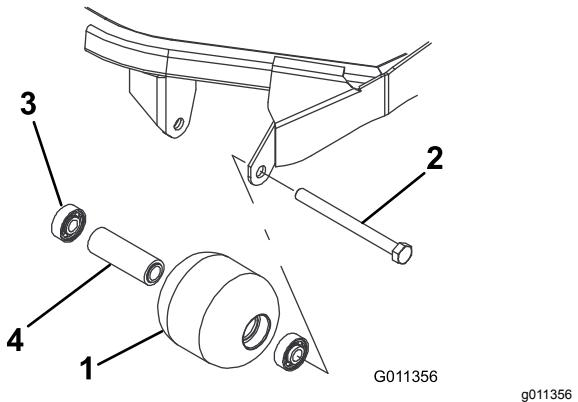

Figura 88
1. Retire el perno de montaje del rodillo (Figura 88).
4. Inspeccione el alojamiento del rodillo, los cojinetes, y el espaciador del cojinete (Figura 88) Sustituya cualquier componente dañado y vuelva a ensamblar el conjunto.
1. Introduzca a presión el primer cojinete en el alojamiento del rodillo (Figura 88). Haga presión solamente sobre el anillo de rodadura exterior, o de forma igual sobre el anillo exterior y el interior.
2. Introduzca el espaciador (Figura 88).
3. Introduzca a presión el segundo cojinete en el alojamiento del rodillo (Figura 88), haciendo presión de manera uniforme sobre el anillo de rodadura interior y el exterior hasta que el anillo de rodadura interior entre en contacto con el espaciador.